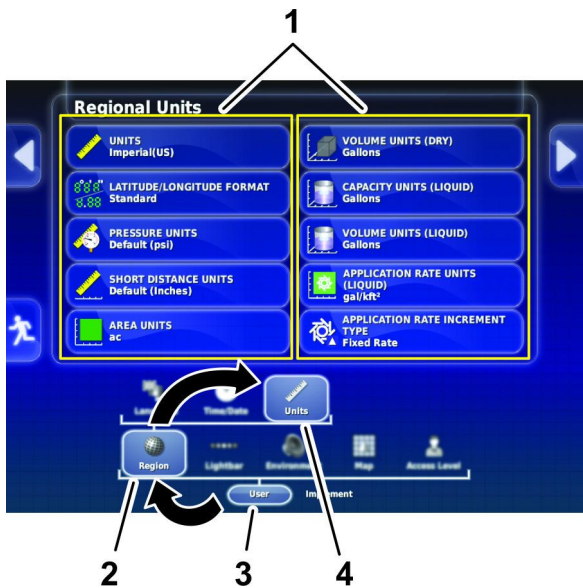

图 20
- 2. 按用户图标 图 20。
- 3. 按地区图标 图 20。
- 4. 按单位图标 图 20。